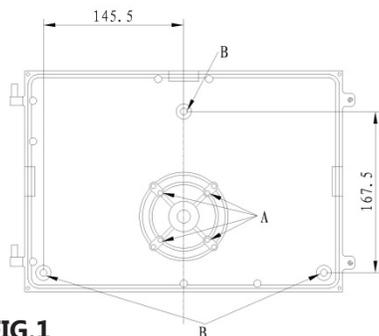
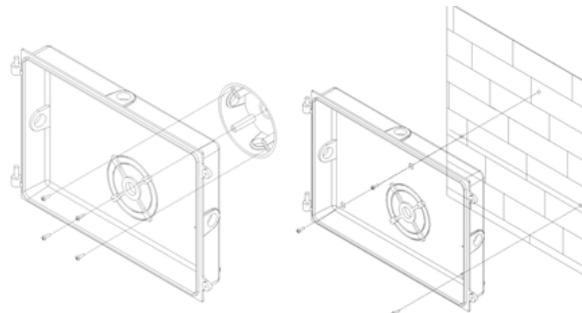

FIG.1
FIG.2
1. Ouvrir le boîtier arrière du luminaire avec un tournevis (FIG. 2), Consulter le diagramme (FIG. 1) pour connaître les dimensions de l'ouverture.